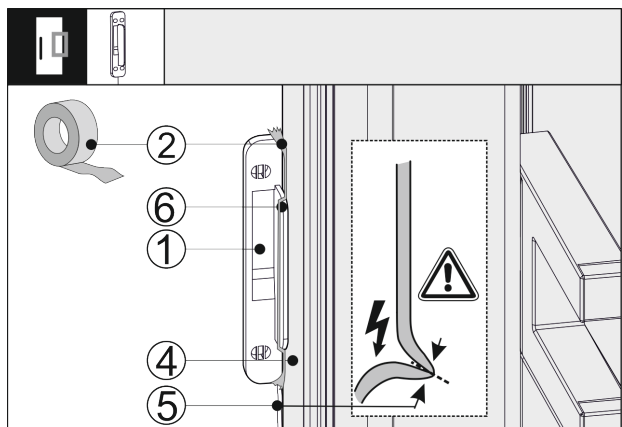

Fig. 42
- ▶ Senzor trkanja Fig. 42 (1) namestite bočno ob vrata aparata Fig. 42 (4), da se omejevalnik Fig. 42 (6) dotika vrat Fig. 42 (4) aparata. Kabel senzorja Fig. 42 (5) je rahlo napet in leži neposredno ob Fig. 42 (4) vratih aparata.
- ▶ Pritrdite Fig. 42 (1) senzor trkanja Fig. 42 (2) z lepilnim trakom. Senzor trkanja se kasneje privije na sprednjo stran pohištva.